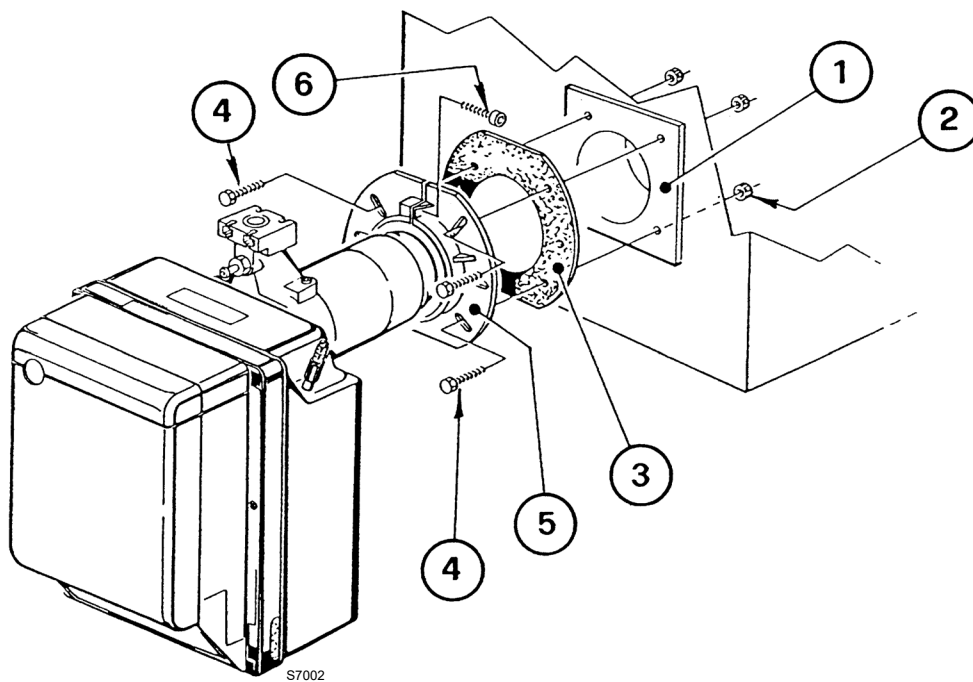

Abb. 11
- Mit den Schrauben 4) und (falls erforderlich) den Muttern 2) den Flansch 5) an der Kesseltür 1) (Abb. 11) nach Zwischenlegen der Isolierdichtung 3) montieren, dabei eine der beiden oberen Schrauben 4) locker lassen.